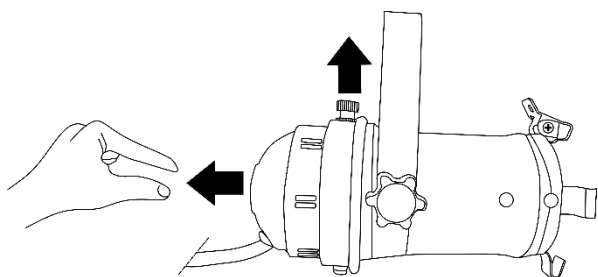
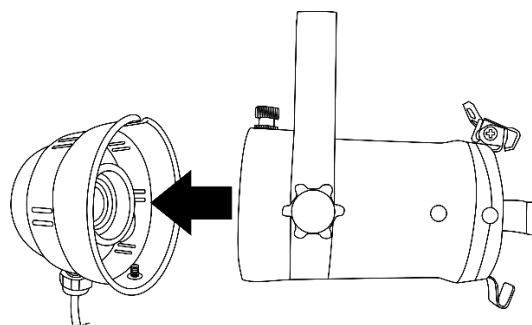

Fig. 03
Fig. 04
- 02) Tirare la leva a molla nella direzione indicata dalla freccia e rimuovere il coperchio posteriore della lampada (fig. 03 e fig. 04).